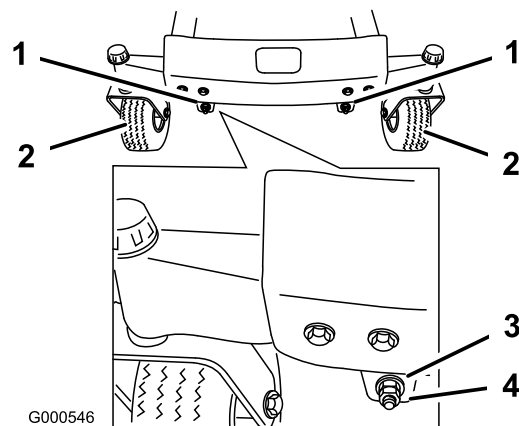

Figure 47
11. Pour régler l'inclinaison avant/arrière des lames, retirez les contre-écrous et tournez les écrous de réglage à l'avant du plateau de coupe (Figure 47).
13. Après avoir réglé uniformément les écrous, contrôlez de nouveau l'inclinaison avant/arrière. Poursuivez le réglage des écrous jusqu'à ce que la pointe avant de lame soit de 1,6 à 7,9 mm (1/16 à 5/16 pouce) plus bas que la pointe arrière (Figure 47).
Remarque: Après avoir réglé les écrous de réglage, vérifiez qu'aucune des tiges de support ne présente de jeu (Figure 48). Serrez l'une ou l'autre pour supprimer le jeu (Figure 47).